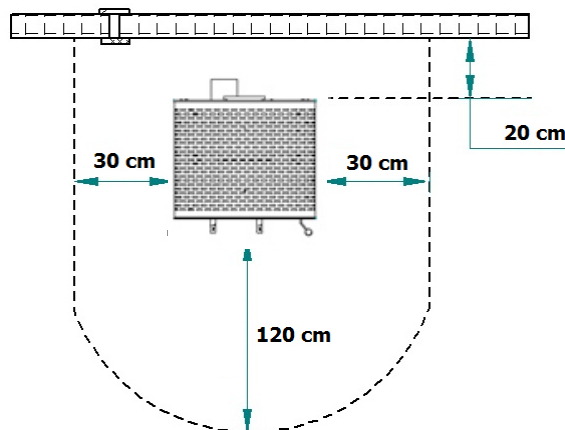

Figura 40 - Distancias mínimas de seguridad
* Alrededor de las paredes de la estufa no deben utilizarse materiales combustibles. Debe respetar una distancia de seguridad de 20 cm con respecto a la parte trasera, 30 cm a los lados y 120 cm en la parte frontal, Figura 40;